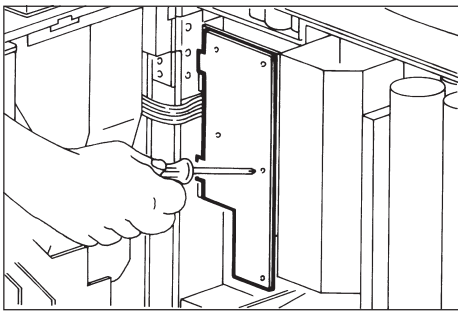
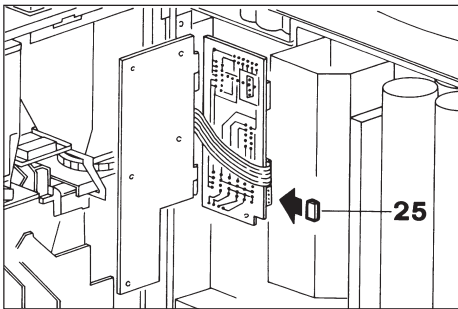

Abb. 11
Abb. 12
- Zum Einstecken des Schlüssels müssen die drei Schrauben, die die Abdeckplatte des Münzprüfers fixieren, entfernt werden. Die Platte drehen (Abb. 11), um Zugang zum Verbinder auf der Tastaturkarte zu bekommen. Der Schlüssel muß in den Verbinder auf der Tastaturkarte eingesteckt werden (Abb. 12).